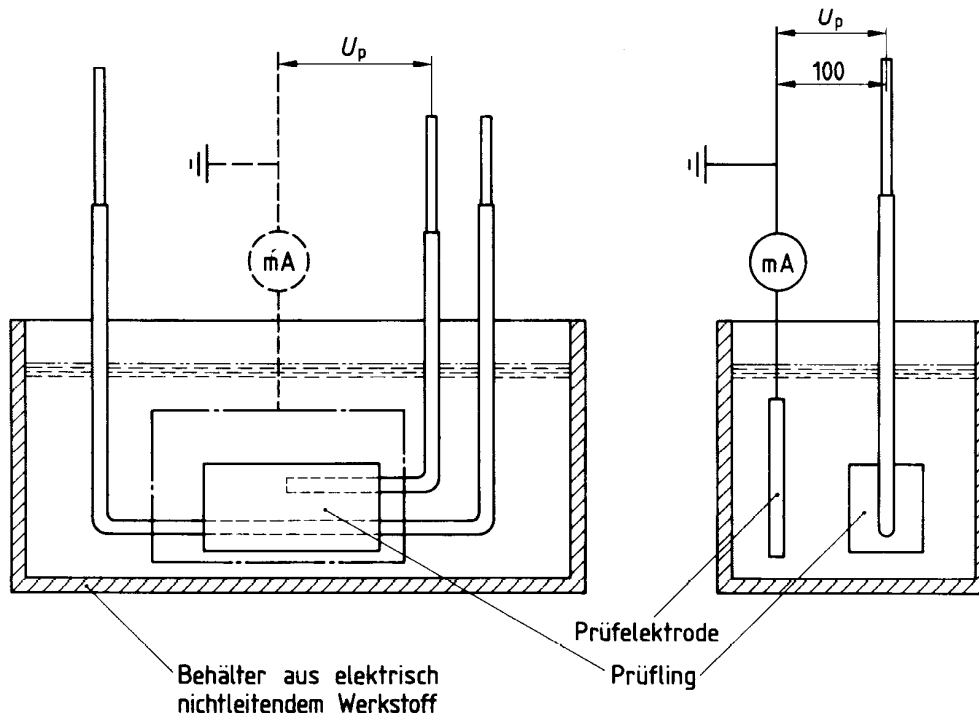

Bild 1. Prüfanordnung zur Ermittlung des Ableitstroms I_a und der Spannungsfestigkeit
Wechselspannung, 50 Hz zwischen Prüfelektrode und Leiter für die Dauer von fünf Minuten angelegt und der Ableitstrom gemessen (siehe Bild 1).
- Die Prüfung ist unmittelbar nach Ermittlung des Ableitstromes an den selben Prüflingen durchzuführen. Die Prüflinge werden bei Lagerung im Wasser geprüft (siehe Bild 1).